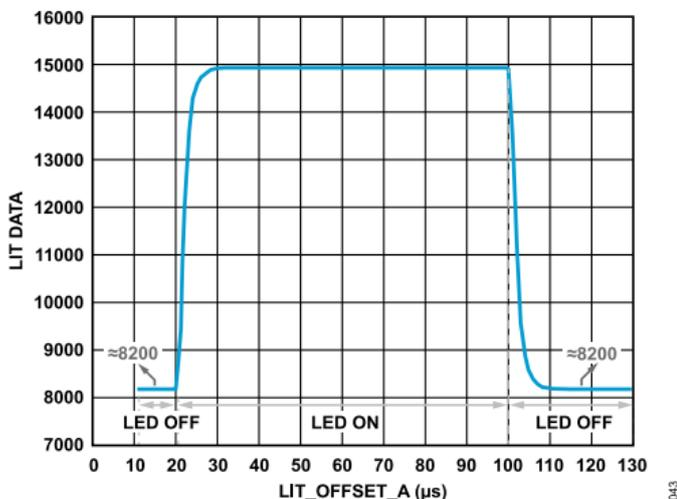

図 44. CT_DBLP3112（緑色LED）のタイミング
5. 明データの平均値とLIT_OFFSET_Aをプロットします。光学デバイス（例えばCT_DBLP3112）の応答時間を図44に示します。